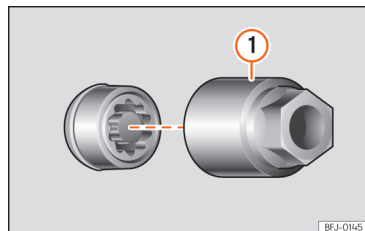

Fig. 223 Parafuso antirroubo com capa de proteção e adaptador.
- Encaixe o adaptador especial » **Fig. 223 ①** (ferramenta de bordo ») **Página 314**) no parafuso antirroubo da roda até ao limite.